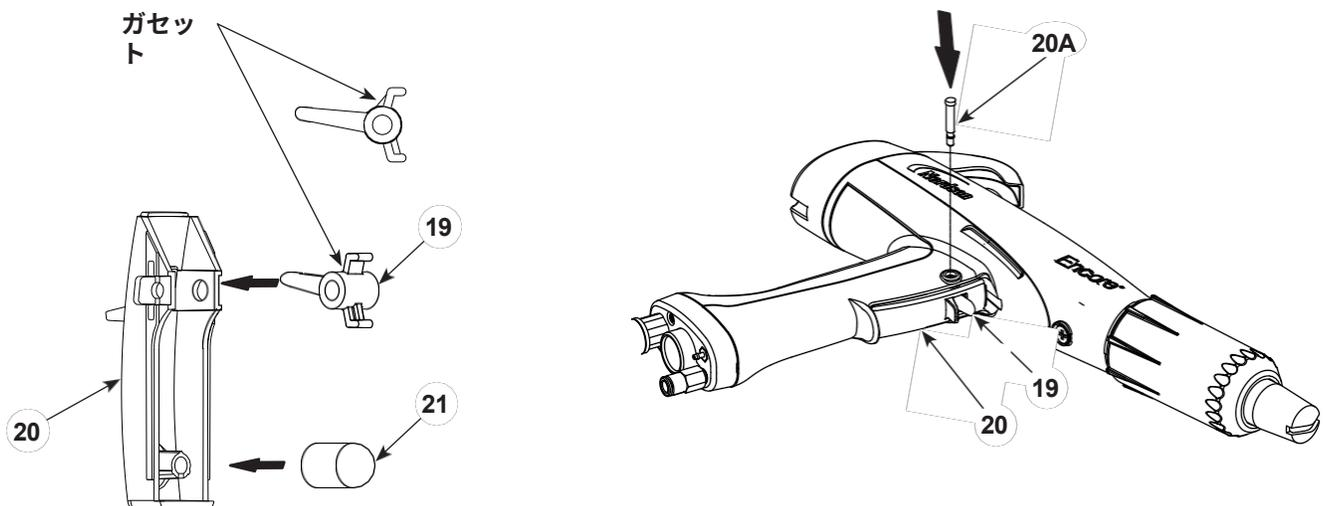

図 22 トリガーとアクスルの再装着
7. 図 22 を参照してください。パージ・トリガー (19) をスプレー・トリガー (20) にマチ付きで取り付けます。